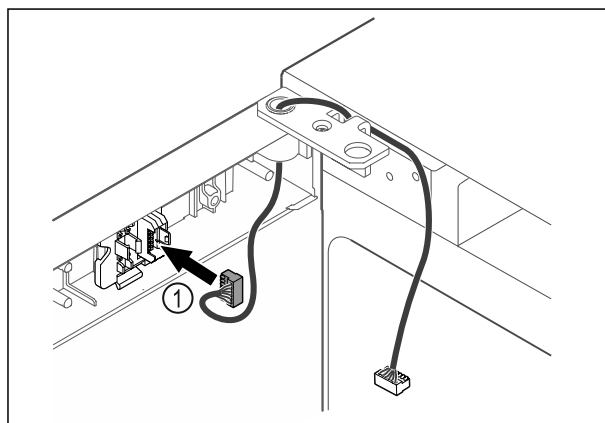

Fig. 44
- ▷ Sett pluggen Fig. 44 (1) i pluggholderen.